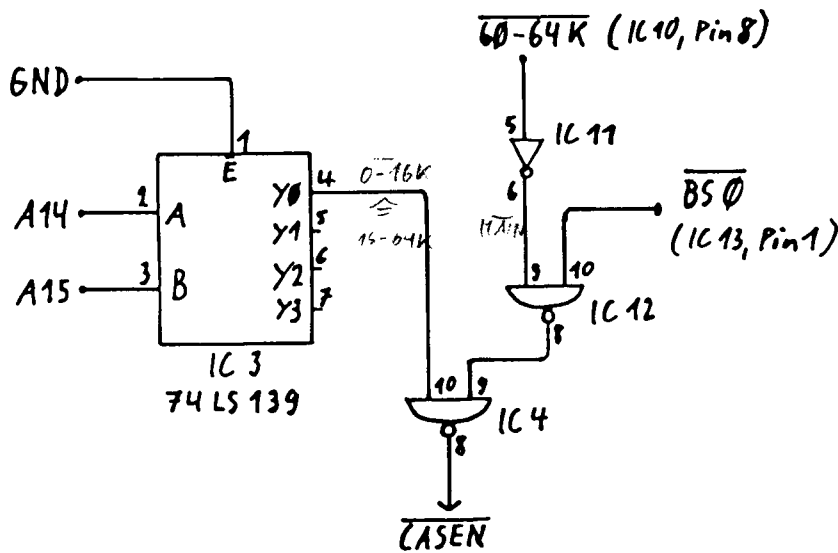

Abb. 8 Erzeugung des CAS-Treiber-Freigabe-signals CASEN für den 64K-Block auf dem CPU-Board
Die NAND Verknüpfung der Signale $\overline{BS 0}$ (IC 13, Pin 1) und $\overline{MAIN} = 0 - 60$ (56) K (IC 11, Pin 8) über IC 12, Ausgang Pin 8 wird mit dem in der Banking Schaltung in der zweiten Hälfte des IC 3 (74 LS 139) aus A 14 und A 15 gewonnenen Signale $\overline{0 - 16 K}$ im IC 4 NAND-verknüpft und ergibt das Freigabesignal \overline{CASEN} für den CAS-Treiber Z 37 (74 LS 367) Pin 15 auf dem CPU-Board (Abb.8).